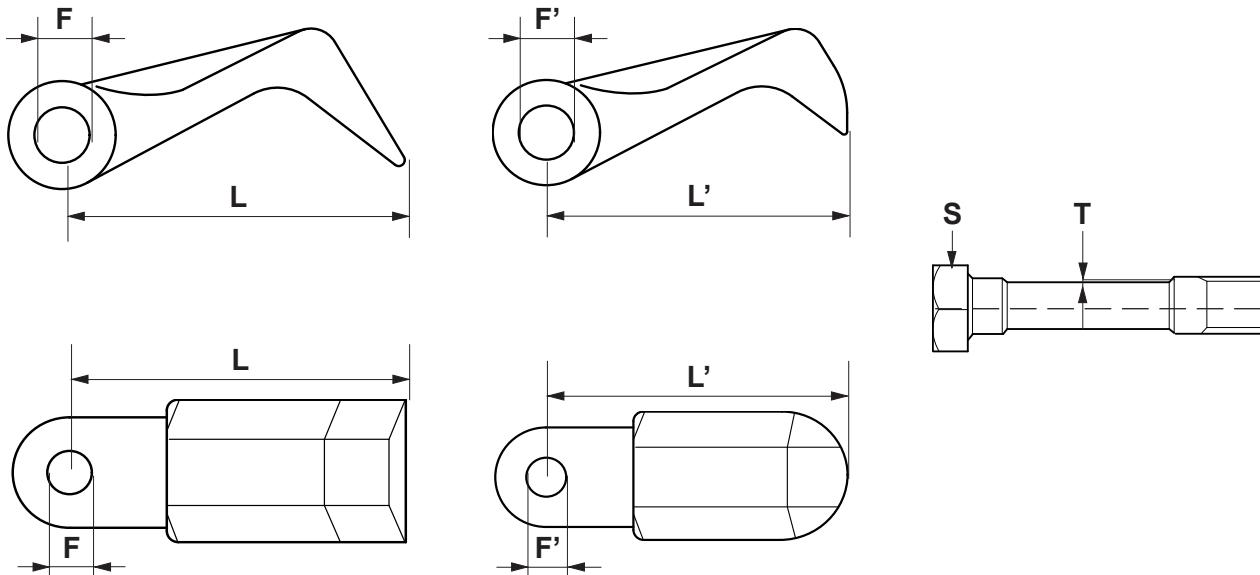

Fig. 27
- Il diametro del foro di fissaggio «F» non deve essere ovalizzato più 2 mm, rispetto al diametro originale (Fig. 27).
- La lunghezza «L» dei coltelli non può scendere oltre 15 mm. rispetto la lunghezza originale (Fig. 27).
- L'usura «T» del perno è superiore a 2 mm (Fig. 27).
- The diameter of fixing hole «F» must not be ovalized more than 2 mm in relation to the original diameter (Fig. 27).
- Length «L» of the knives must not be allowed to become more than 15 mm shorter than the original length (Fig. 27).
- Wear «T» on pin exceeds 2 mm (Fig. 27).